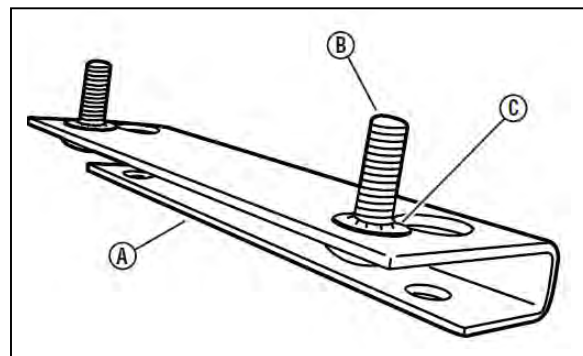

図 1-9
- A. 角根ボルト(図 1-9 の B)をシートブラケット(A)に差し込みます。差し込んだボルトにボルトリテーナ(C)を入れて固定します。